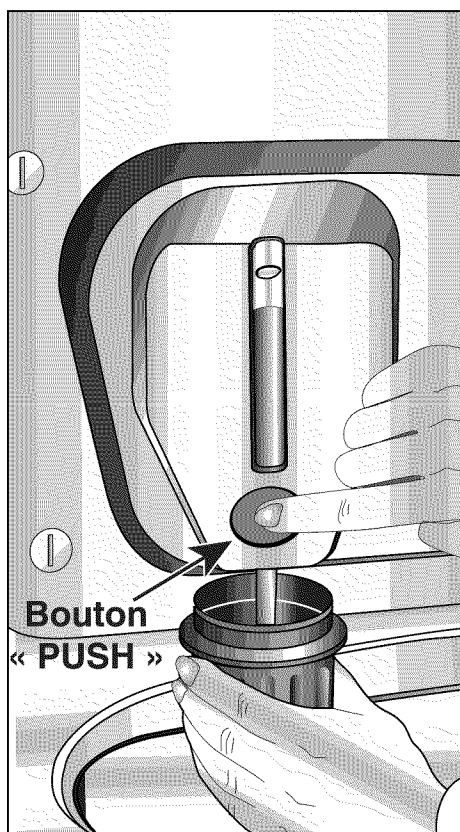

Figure 2
7. Mettre le capuchon de votre marque de détergent sous le bouton « PUSH » (pousser). Remplir, en appuyant sur le bouton « PUSH » de façon continue, le capuchon de détergent au distributeur en y mettant la quantité qui convient à une charge moyenne (figure 2). Mettre le détergent qui se trouve dans le capuchon dans la cuve ou le remettre dans le distributeur après avoir enlevé le capuchon de remplissage.